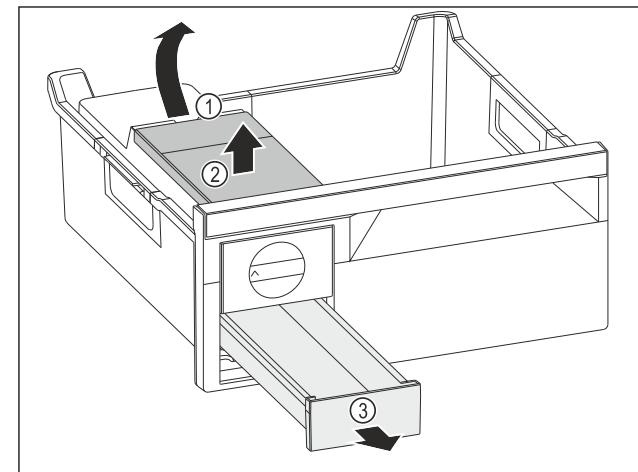

Fig. 110
- Извлеките бак для воды: Поднимите бак для воды за выемку Fig. 110 (1).
- Извлеките бак для воды Fig. 110 (2) движением вверх.
- Извлеките выдвижной ящик для кубиков льда Fig. 110 (3) движением вперед.